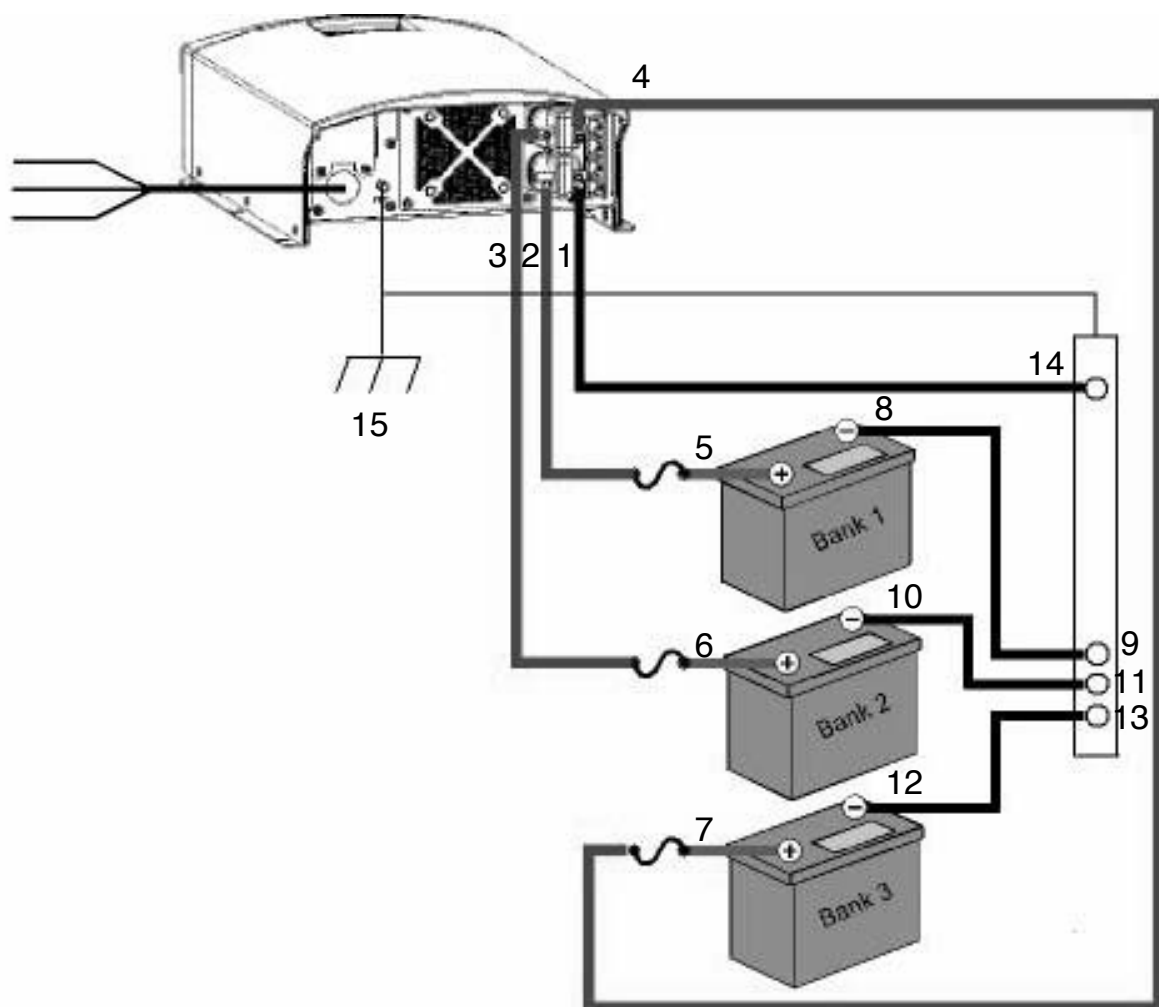

図 2-1 DC 配線接続
DC ケーブル、AC ケーブル、XC 充電器を適所に置いて接続してください。その際、図 2-1 の番号順に従って、接続してください。
1. 単一のバッテリーまたはバッテリーバンクを使う場合は、バッテリーのマイナス端子から XC シリーズの DC マイナスターミナルへ接続してください。(図 2-1 参照)
2 台以上のバッテリーまたはバッテリーバンクを使う場合はマイナスアース棒またはグラウンドバスから XC シリーズの DC マイナスターミナルへ接続してください。(図 2-1 参照) 付属のロックワッシャ、フラットワッシャ、ナットを使って安全に接続してください。
2. それぞれのプラスケーブルを XC シリーズの DC プラス端子の正しい位置へ接続してください。(図 2-1 参照) 付属のロックワッシャ、フラットワッシャ、ナットを使って安全に接続してください。